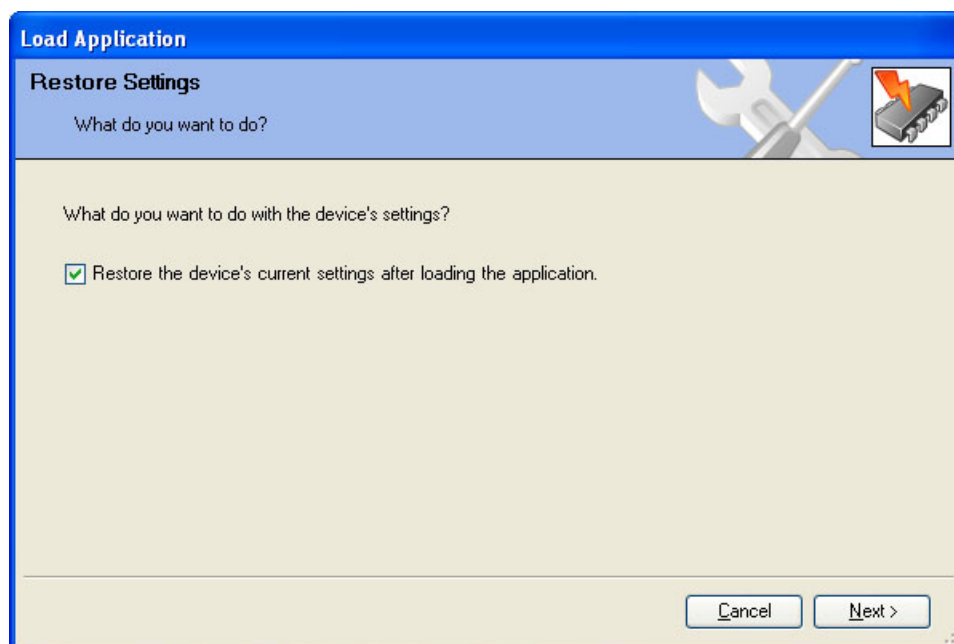

図 B-4 設定の復元
4. 図B-4に示すように、[Restore Settings(設定の復元)]ウィンドウがポップアップ表示されます。アプリケーションの読み込み後に、DVPがデバイスの現在の設定を復元できるようにするには、チェックボックスをオンにします。[Next(次へ)]を押してアップグレードプロセスを続行します。